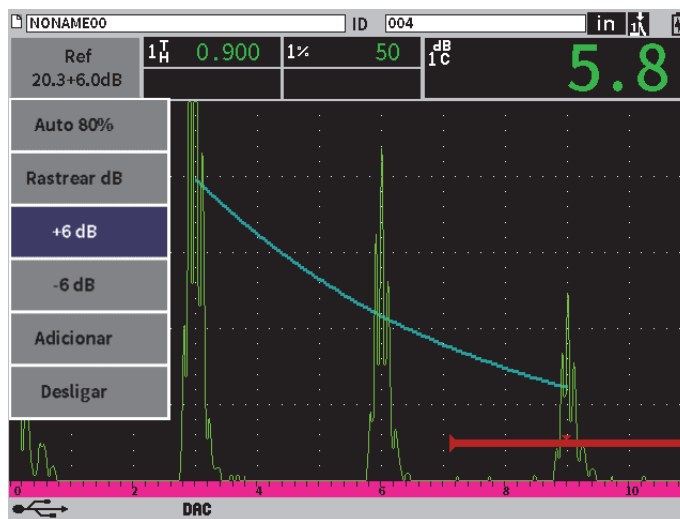

Figura 11-11 DAC padrão com ganho de rastreamento de 6 dB
2. Ajuste o ganho em incrementos fino ou macro ou use os botões **+6 dB** ou **-6 dB** para aumentar ou diminuir o ganho de rastreamento (veja Figura 11-11 na página 189).